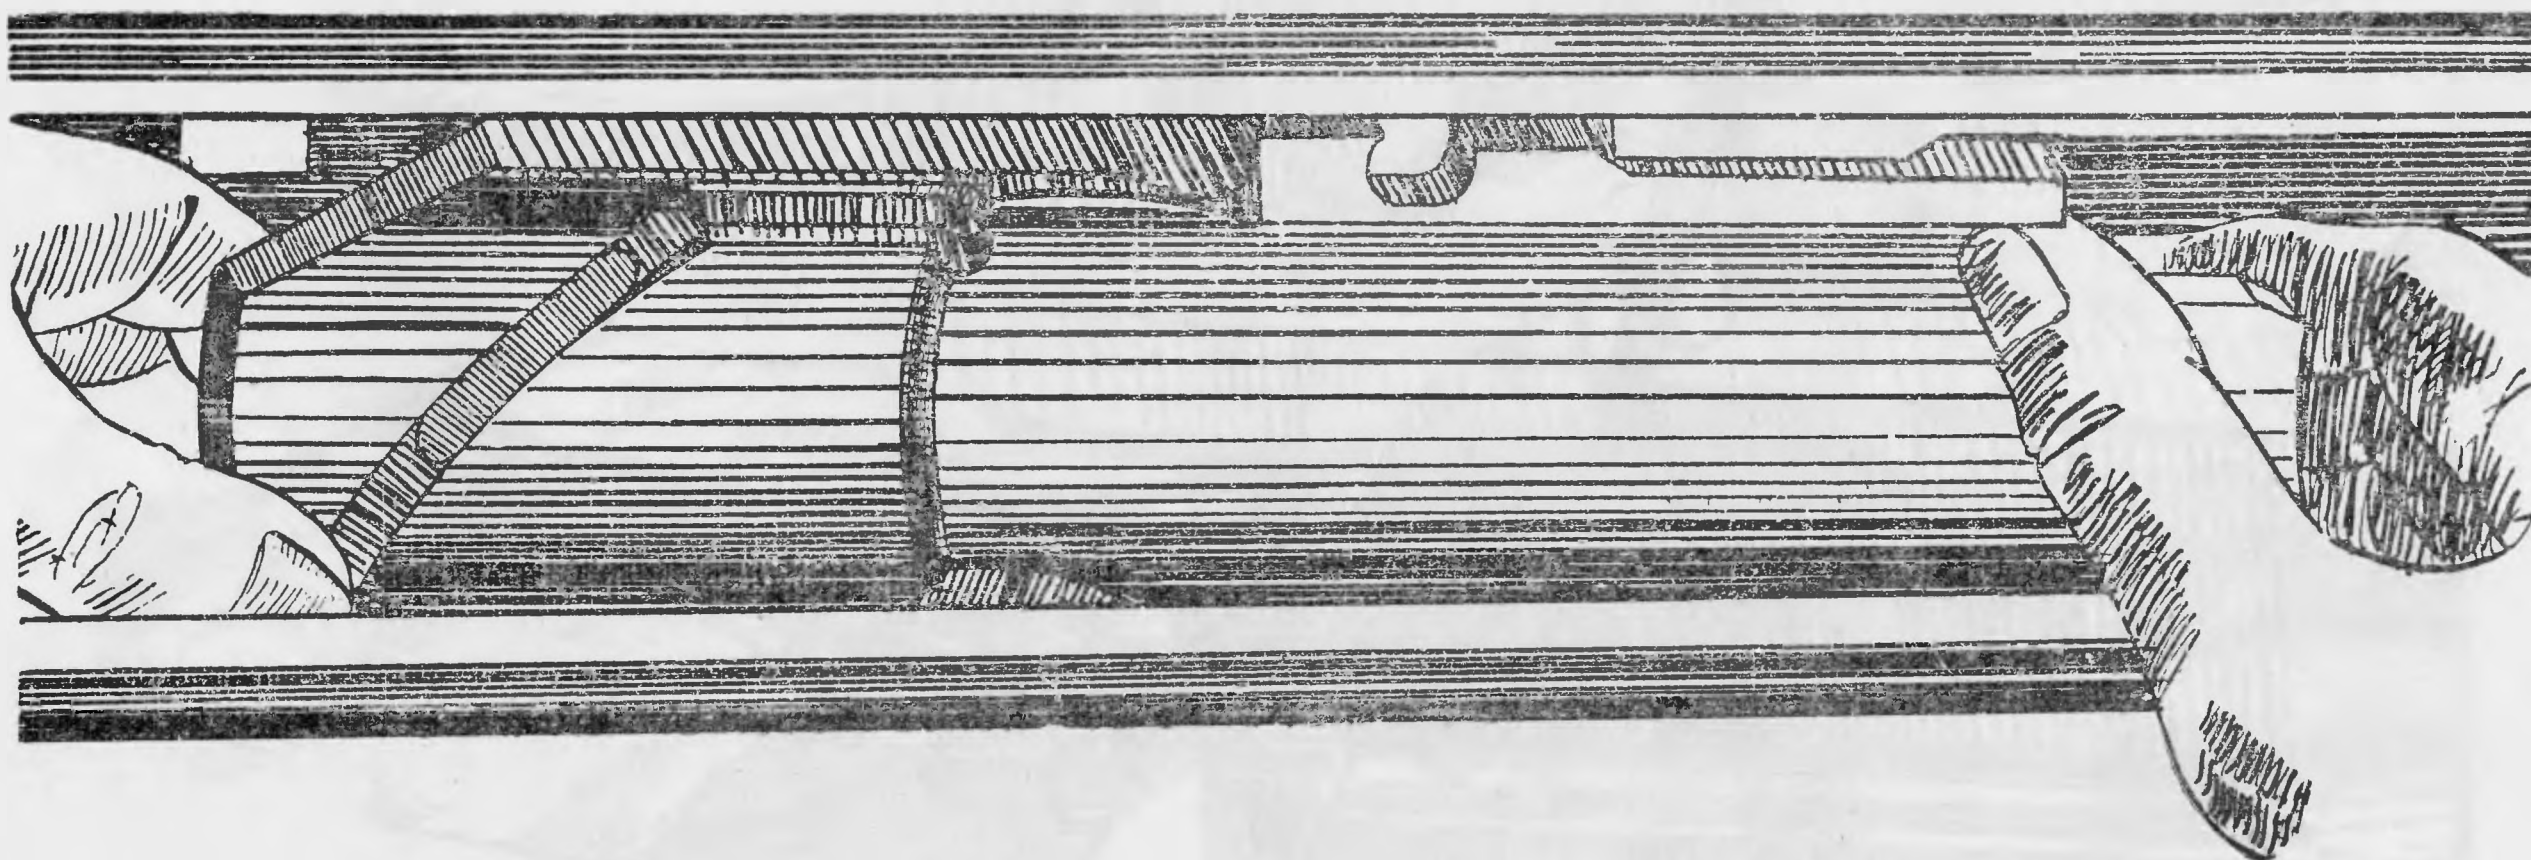

Рис. 7.7
7.8.2.3. Отделите от коробки противоотскок, для чего: сдвиньте его назад до выхода из зацепления с планкой на правой стенке коробки, обращая внимание на то, чтобы он не зашел за направляющую и, приподнимая за правую сторону, извлеките из коробки (рис. 7.7).